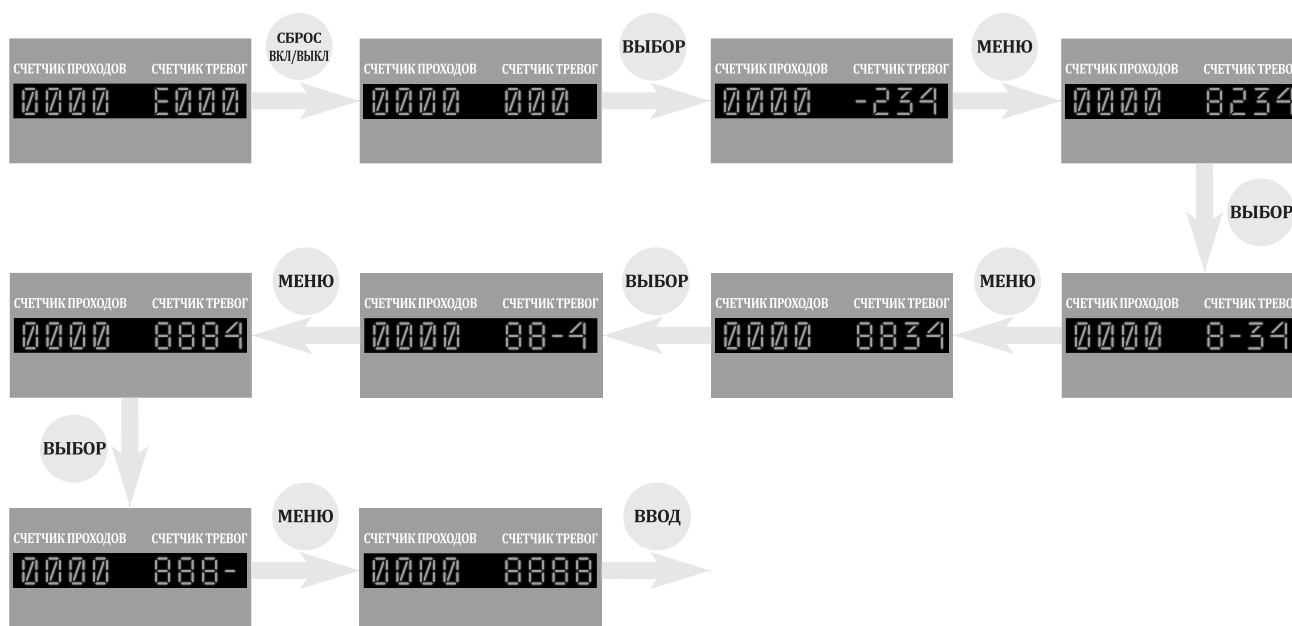

Рис. 6.6. Сброс пароля через мастер-пароль
5. При вводе неправильного пароля вы можете повторить ввод, нажав кнопку **СБРОС|ВКЛ/ВЫКЛ**. Если вы не помните пароль, задайте новый пароль, введя мастер-пароль **8888** (см. Рис. 6.6). Затем кнопками **МЕНЮ** и **ВЫБОР** введите новый пароль и нажмите кнопку **ВВОД**.